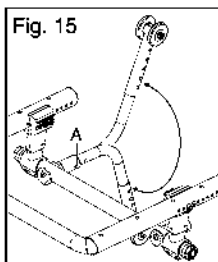

Fig. 15
Cómo girar los tubos antivuelco hacia arriba (Fig. 15)
1. Presione el pasador de liberación del tubo antivuelco trasero (Fig. 15:A).